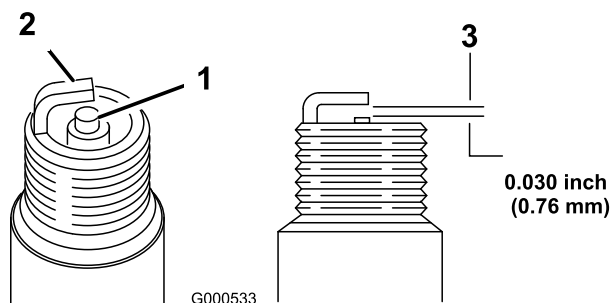

Figura 28
1. Controllate il centro della candela (Figura 28). Se l'isolatore è marrone chiaro o grigio, il motore funziona correttamente. Una patina nera sull'isolatore significa in genere che il filtro dell'aria è sporco.
2. Controllate la distanza tra gli elettrodi centrale e laterale (Figura 28). Se la distanza non è esatta, piegate l'elettrodo laterale (Figura 28).